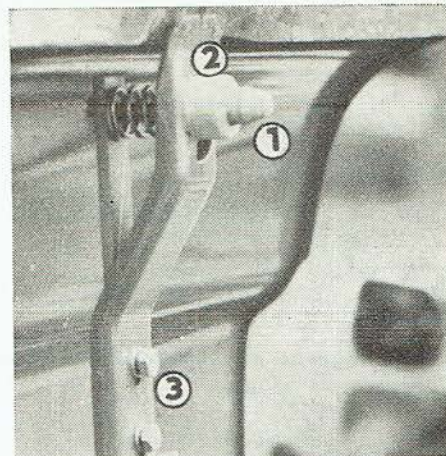

Abb. 62
1. Die Schraube (Abb. 62/1) des Motorhaubenverschlusses ist auszuschauben, der Federteller (Abb. 62/2) und die Feder sind herauszunehmen.
2. Zwei Schrauben M 6 sind auszuschrauben und die Stütze (Abb. 62/3) ist zu entfernen.